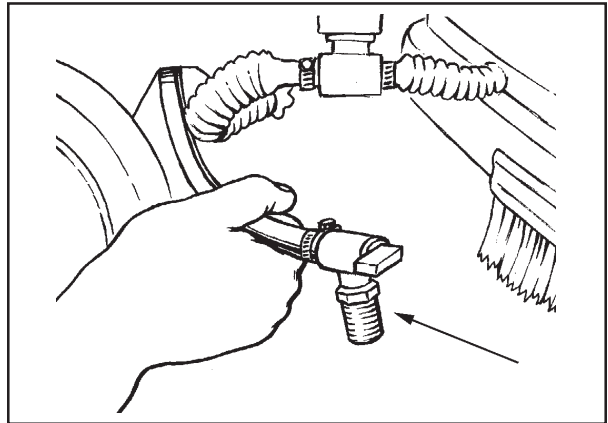

Abb. 15
4. Beim Entleeren des Batterieraums (Siehe Abb.15):